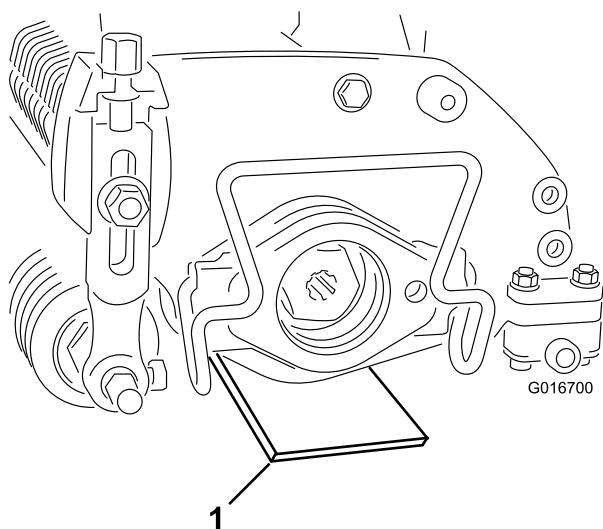

Figura 3
2. Posizionate una barra di misura (all'altezza della lama sopra il terreno desiderata) sotto ciascuna estremità del dispositivo antifeltro (Figura 3).